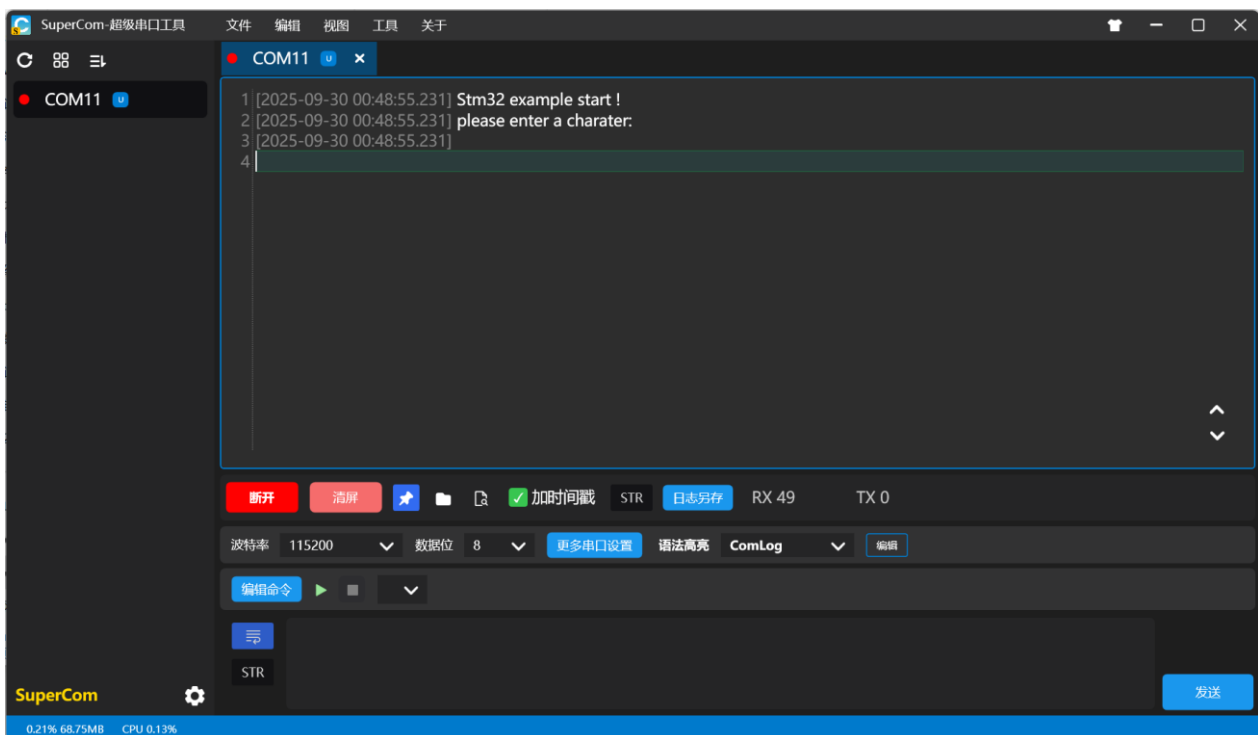

图 1-13 打开串口助手
- 6) 程序成功运行后，在 PC 机上打开 SuperCom.exe (直接解压压缩包，程序在解压后的文件夹内)，设置波特率为 115200，端口号选择步骤 2 查看到的端口，不勾选自动清空，其他设置采用默认值，点击打开串口，如图 1-13 所示。